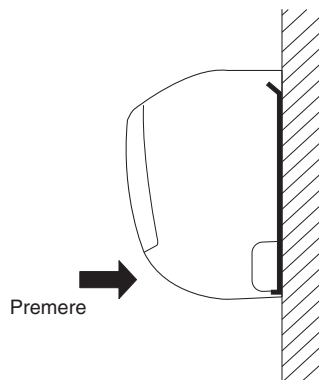

Fig. 3-22
- (1) L'unità interna deve essere agganciata alle tre linguette d'aggancio superiori della piastra posteriore.
- (2) Mentre si tiene rivolta in basso l'uscita dello scarico dell'aria premere la parte inferiore dell'unità interna sino ad avvertire l'avvenuto aggancio sulle due linguette inferiori della piastra posteriore (Fig. 3-22)